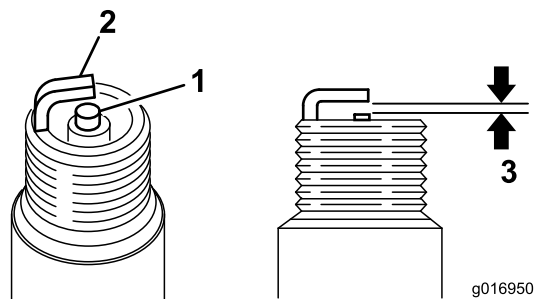

图36
3. 将空隙设定为 0.6~0.7mm(图36)。安装已设定正确空隙的火花塞，拧紧到 23Nm。